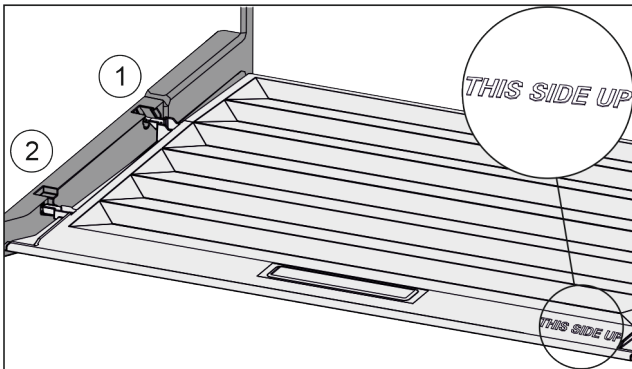

Fig. 149
- ▶ Deckelstege über Öffnung der hinteren Halterung Fig. 149 (1) einführen und vorne in Halterung Fig. 149 (2) einrasten.